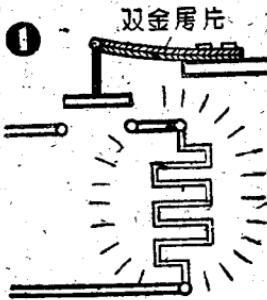

图3
1. 双金属片（图3）它是用两种具有不同热膨胀系数的金属片——如銅片与鐵片——鉚合在一起，受热后銅的膨胀系数大，所以伸長得多；而鐵的膨胀系数小，所以伸長得少，